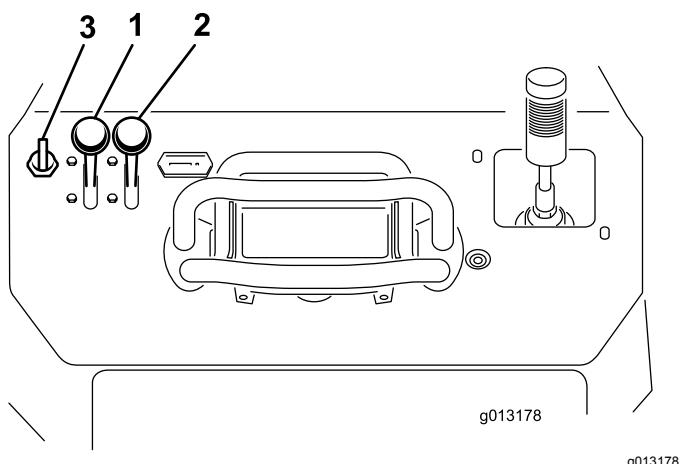

Figura 16
- Mova a alavanca do acelerador para o meio entre a posição LENTO e a posição RÁPIDO (Figura 16).
- Desloque a alavanca do ar para a posição LIGAR (Figura 16).
- Rode a chave para a posição LIGAR (Figura 16). Quando o motor arrancar solte a chave.
- Gradualmente, desloque a alavanca do ar para a posição DESLIGAR (Figura 16). Se o motor perder velocidade ou se engasgar, volte a engatar o ar até o motor aquecer.
- Desloque a alavanca do acelerador para a posição pretendida (Figura 16).
- Desloque a alavanca do acelerador para a posição LENTO (Figura 16).